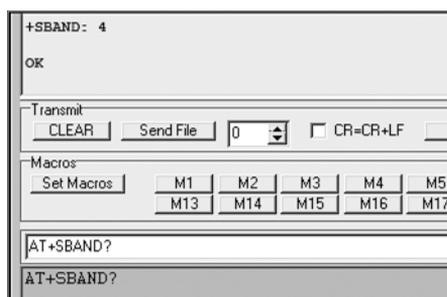

Рис. 20.5. Пример определения текущей полосы рабочих частот
4. Введите команду **AT+SBAND?** и нажмите клавишу **ENTER**. Модуль должен вернуть текущие настройки полосы, как показано на рис. 20.5.